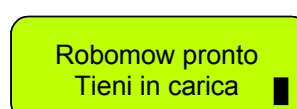

Figura 3.3
- Una volta ricaricata completamente la batteria, il messaggio si trasforma in quello illustrato in Figura 3.3, ricordandovi di lasciarla collegata al dispositivo di ricarica fino al prossimo uso.